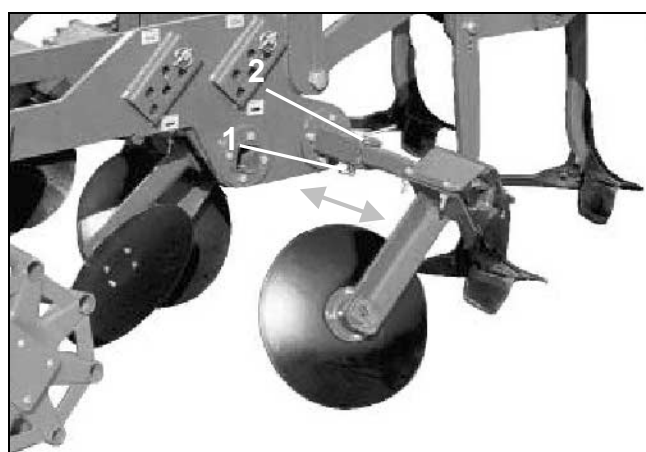

Fig. 10
- Løsne splinten (Fig. 10/1).
- Trekk til bolten (Fig. 10/2).